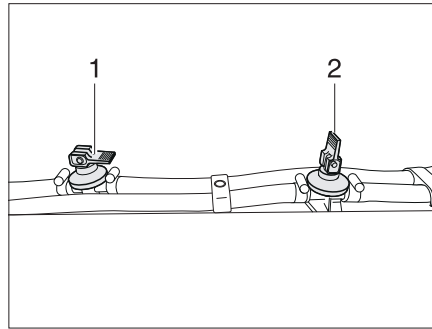

Fig. 376 Llave de desagüe
- Abrir todas las llaves de desagüe. Colocar para ello el balancín (Fig. 376,2) en posición vertical.